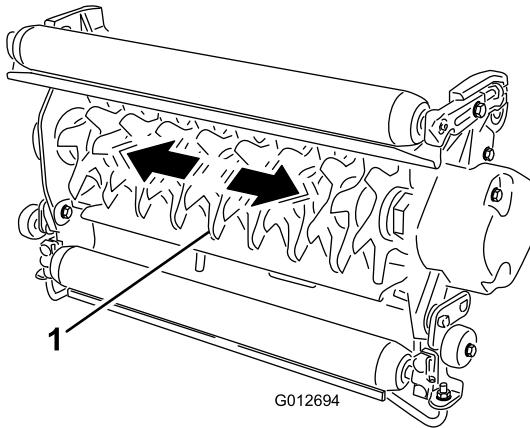

Figura 9
- Tenete fermo l'albero del cilindro e provate a spostare il gruppo cilindro da un lato all'altro (Figura 9).